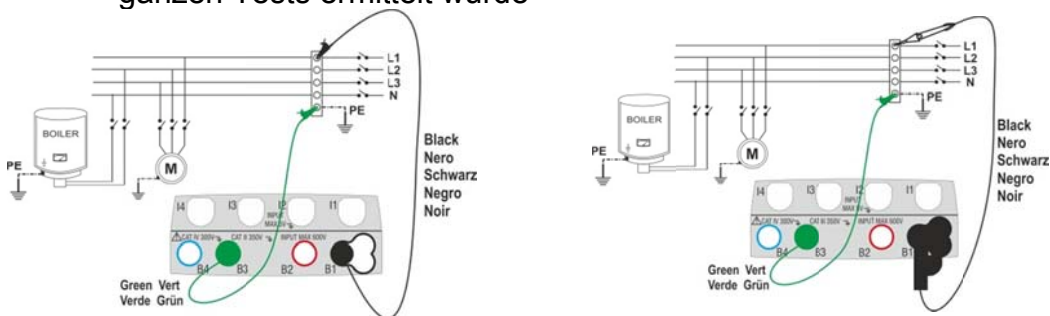

Abb. 8: Geräteanschluss mit Einzelkabeln und Tastkopf
6. Verbinden Sie die Krokodilklemmen und/oder die Messkabel und/oder den Tastkopf mit den Enden der zu testenden Leiter wie in Abb. 8 und Abb. 9 gezeigt